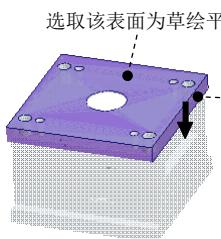

图 31.101 定义草绘平面
Step3. 定义草绘截面放置属性。选取图 31.101 所示的表面为草绘平面，然后选取图 31.101 所示的表面为参考平面，方向为 **右**。单击 **草绘** 按钮，进入草绘环境。